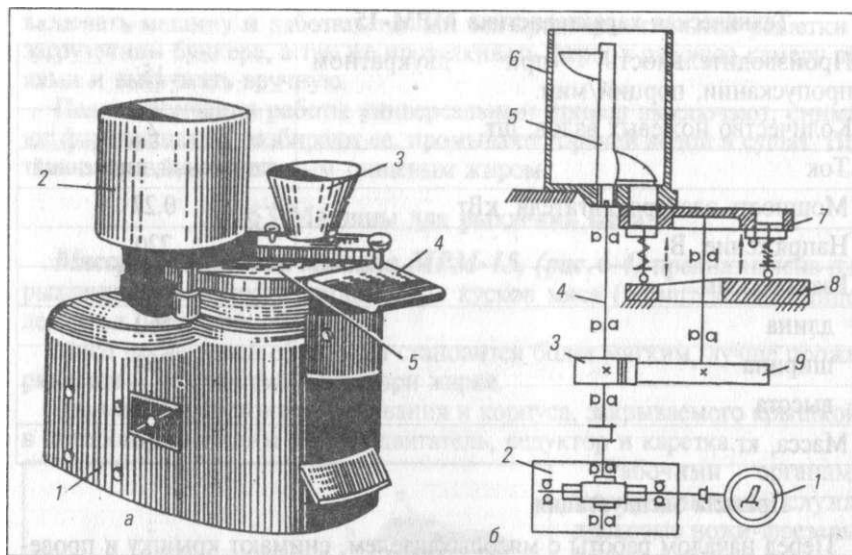

Рис. 4-5. Котлетоформовочная машина МФК-2240.
**Котлетоформовочная машина (рис.4-5)** предназначена для формовки котлет и биточков. Она состоит из корпуса, формирующего стола с поршнями, бункеров для фарша и сухарей, приводного механизма, сбрасывателя и механизма регулирования.